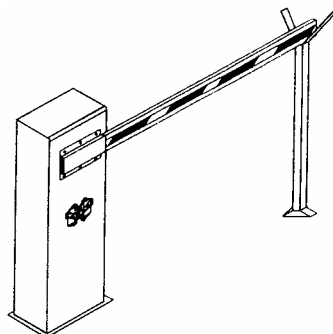
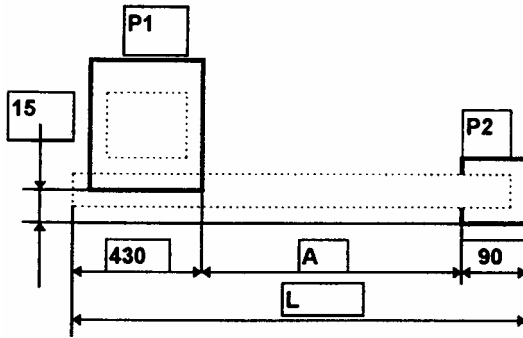
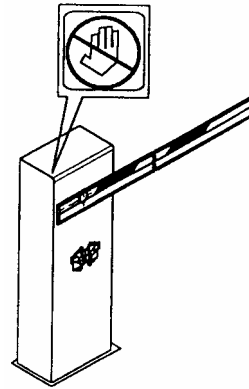

Рис.8 Неподвижная опора стрелы шлагбаума.
Рис.16 Эскиз для установки шлагбаума и неподвижной опоры.
Рис.17
11. Для обеспечения электрической безопасности установите наклейку в соответствии с рис. 17. При использовании неподвижной опоры рис.8 установите ее в соответствии с рис. 16;